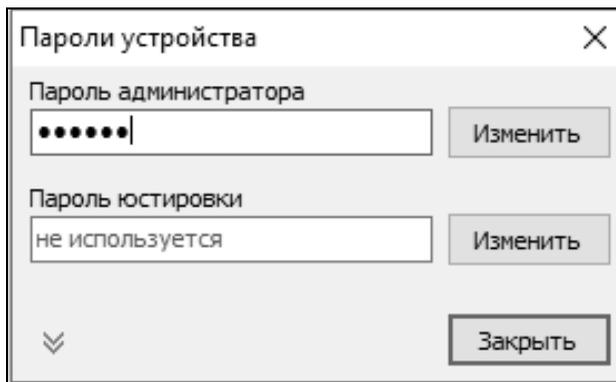

Рисунок 2
6.2 Для выбора протокола устройства нужно нажать кнопку "Сервис→Изменить протокол устройства". При попытке применить какие-либо изменения программа предложит ввести пароль администратора, нажать кнопку "Да". В появившемся окне ввести пароль (заводское значение – "123456") и нажать кнопку "Закрыть" (рисунок 2).